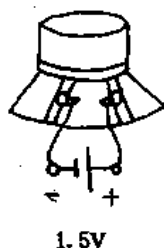

图 12-5
(1)电池判断法。如图 12-5 所示,将 1.5V 的干电池焊上两根引线,先将任一根线头与